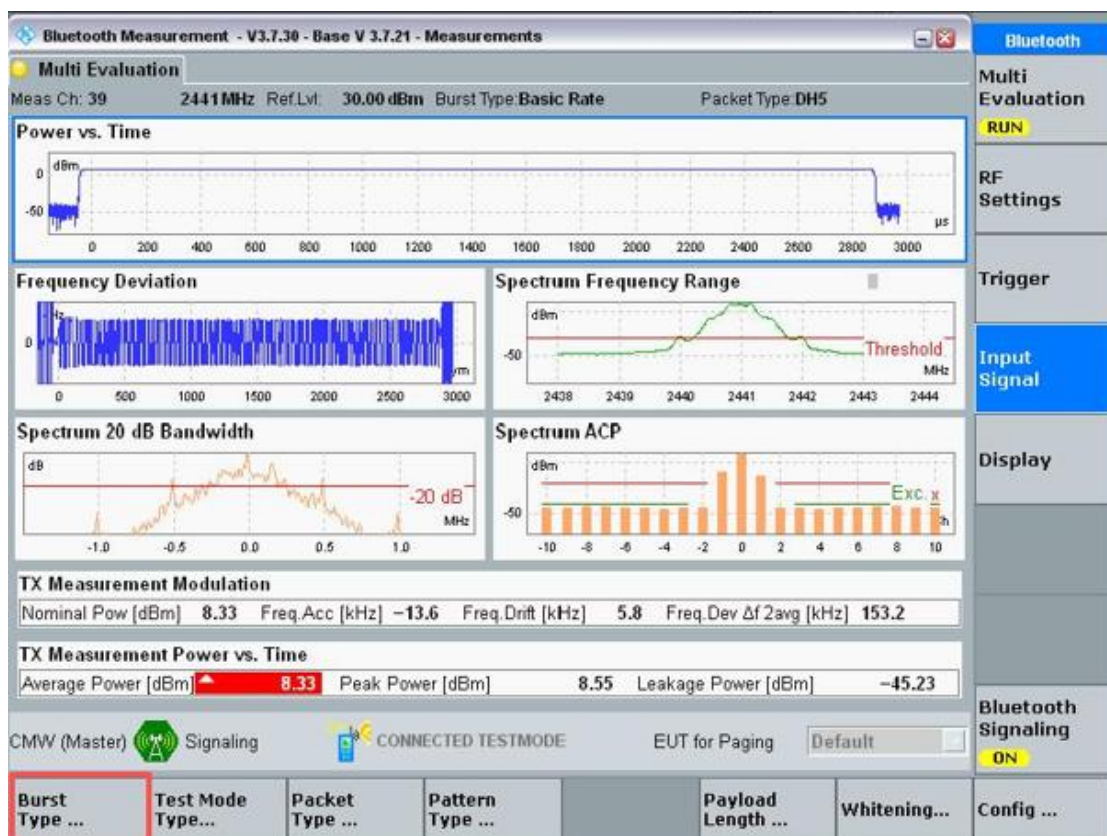

图 4-4
- 4) 如果需要测试其他参数，如 BLE 测试需修改为 BLE 2M 或 BT 测试修改成 EDR 在屏幕右侧选择【Input Signal】，然后在仪器屏幕底部【Burst Type】选择对应选项即可，若需要修改包类包长等可以在 Bluetooth signaling 界面设置或选择【Input Signal】按钮后在屏幕下方选择对应选项，如图 4-4。